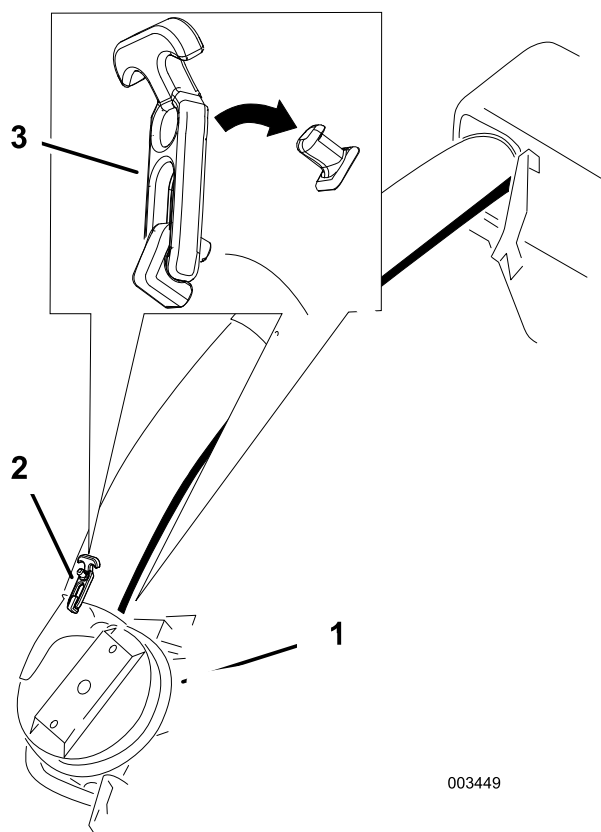

**Figura 50**
- 7. Installate il tubo inferiore nel tubo superiore (Figura 50).